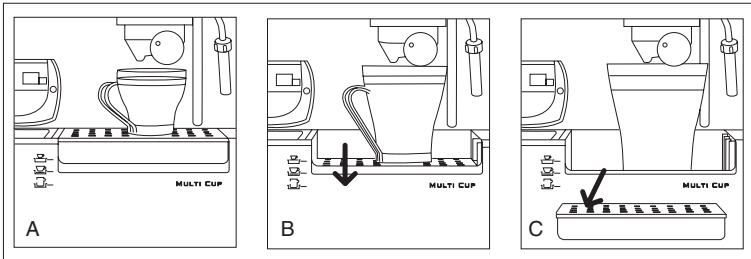

Fig. 4
- Coloque la bandeja porta-tazas (15) según el tamaño de las tazas que vaya a utilizar (Fig.4):
- Sitúe una o dos tazas debajo de los orificios de salida del café (12).
- Cuando se ilumine el piloto del interruptor de salida de café (2), pulse el interruptor (2) y comenzará a salir café.
- Cuando haya salido la cantidad de café deseada, desconecte el interruptor (2). Si no desconecta este interruptor, el café seguirá saliendo y su taza quedará desbordada.
- Si al soltar el portafiltros el filtro quedase adherido a la cafetera, puede despegarlo al momento pulsando brevemente el interruptor de salida de café (2).